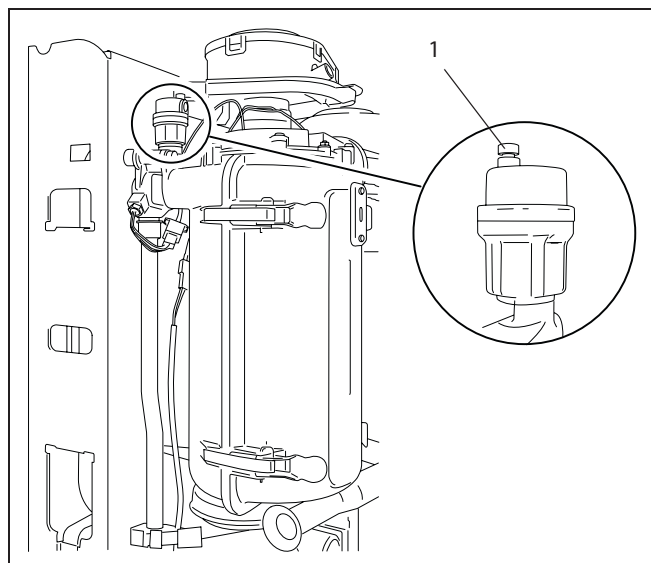

Fig. 21 Disareatore automatico
Le caldaie murali Ecotata Princess Plus HR(C) sono dotate di un dispositivo di disareazione (vedi fig. 21) che provvede a sfiatare automaticamente l'apparecchio.
- Togliere la camera di ventilazione dopo aver sganciato le quattro cerniere (fig. 21, pos. 1).
- Allentare il tappo del disareatore posto in cima all'apparecchio sulla sinistra (fig. 21, pos. 1) facendogli compiere un solo giro.